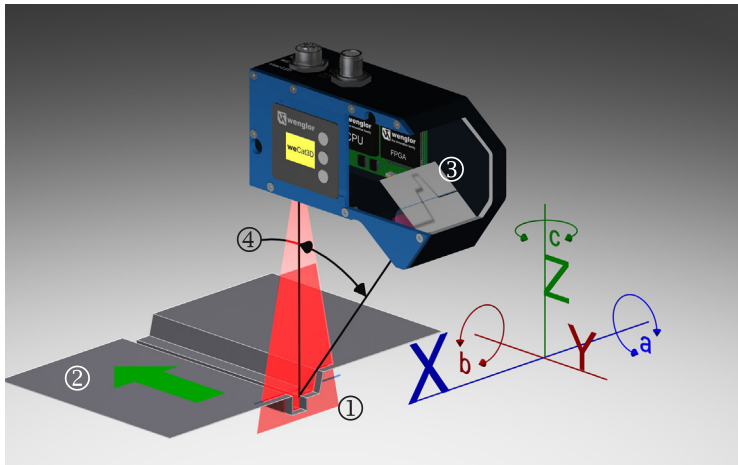

Abb. 1: Funktionsprinzip eines weCat3D Profilsensors
Die 2D-/3D-Profilsensoren projizieren eine Laserlinie (1) auf das zu erfassende Objekt (2) und erstellen durch eine interne Kamera (3), die im Triangulationswinkel (4) angeordnet ist, ein präzises, linearisiertes Höhenprofil (siehe Abb. 1).